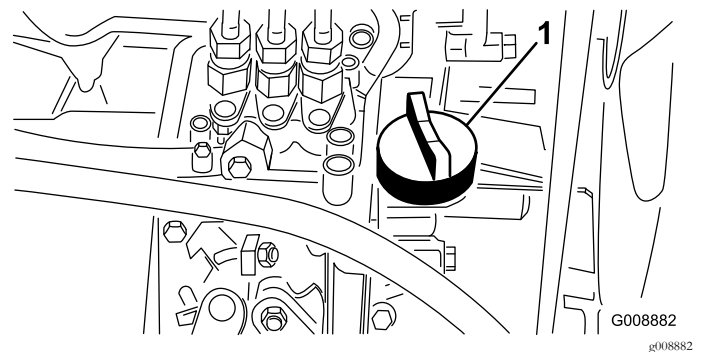

Figure 38
4. Si le niveau est bas, retirez le bouchon de remplissage (Figure 38) et versez progressivement de petites quantités d'huile, en vérifiant fréquemment le niveau, jusqu'à ce que l'huile atteigne le repère maximum sur la jauge.